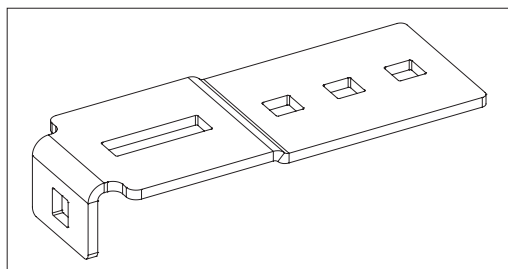

Рис. 7.4. Кронштейн мерной планки
- Собрать мерную планку, для чего установить с торцов перемычки кронштейны мерной планки (рис.7.4) и закрепить их при помощи двух болтов М8×25 с полукруглой головкой и гаек с буртиком (рис.7.5).